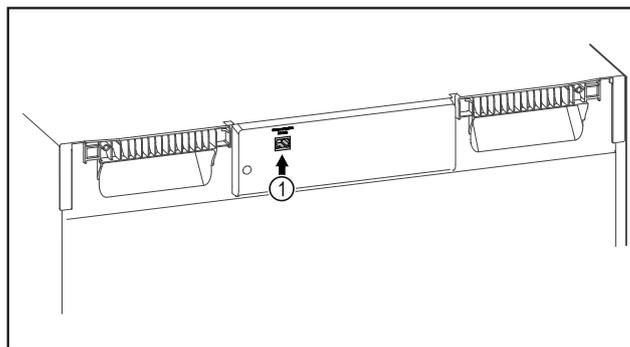

Fig. 85
- El SmartModule Fig. 85 (1) está colocado.